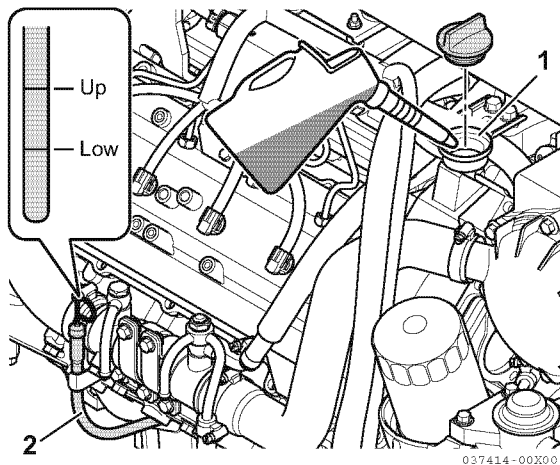

Figure 5
2. Enlevez la jauge (2, **Figure 5**) et nettoyez-la avec un tissu propre.
1. Retirez le bouchon du port de remplissage d'huile jaune (1, **Figure 5**) et remplissez avec de l'huile pour moteur.
2. Remplissez avec de l'huile jusqu'à la limite supérieure sur la jauge (2, **Figure 5**).